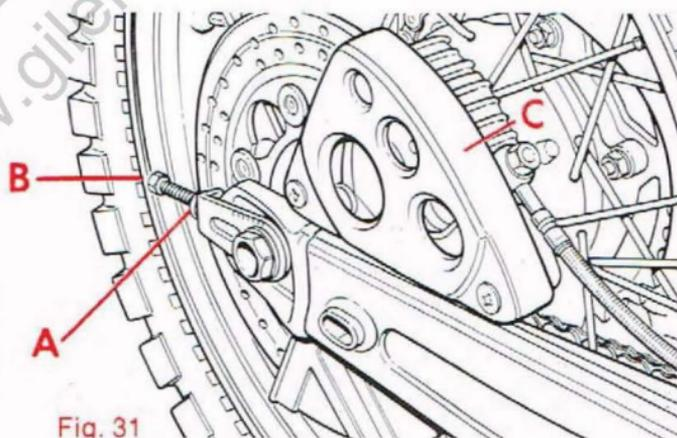

Fig. 31
- Togliere la protezione in metallo (C - Fig. 31), far leva con un cacciavite sotto il coperchietto di plastica;